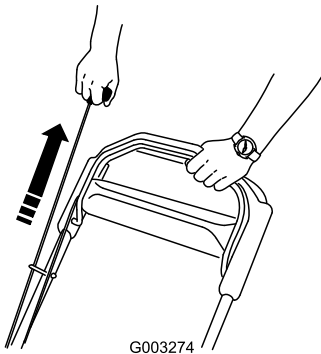

Figura 16
2. Tire de la cuerda de arranque (Figura 16).